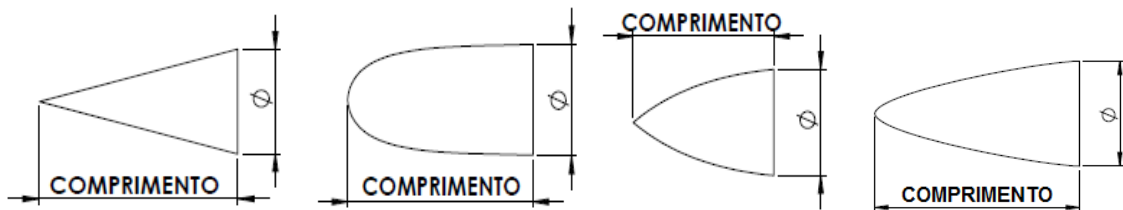

Figura 2. Formatos de narizes cônico, parabólico, ogiva e elipsoide, respectivamente.
- Em “Na”, deve-se entrar com o número referente ao formato do nariz do espaçomodelo. A Figura 2 apresenta os 4 formatos aceitos pelo aplicativo.